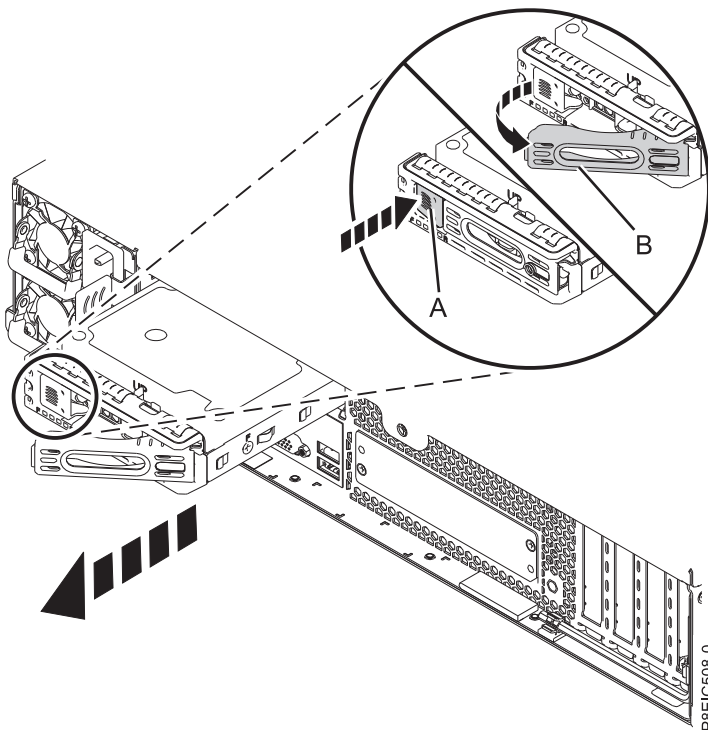

Figura 13. Extracción de una unidad posterior
3. Desbloquee el asa de la bandeja de unidad de la unidad posterior empujando el pestillo del asa (A). Después, el asa se despliega hacia usted. Tire del asa hacia fuera; si el asa no se abre por completo, la bandeja de unidad no se desliza hacia fuera del sistema, tal como se indica en Figura 13.